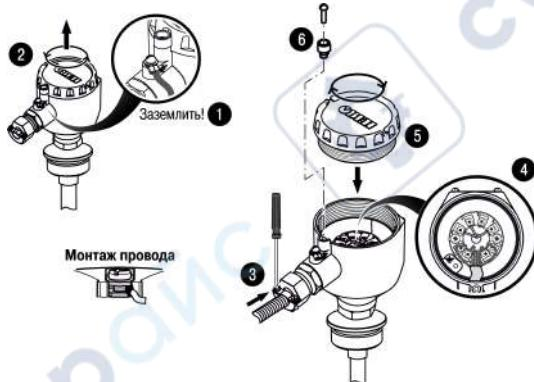

Рисунок 7.1 – Монтаж внешних электрических цепей
**Монтаж проводов** (см. *рисунок 7.1*):